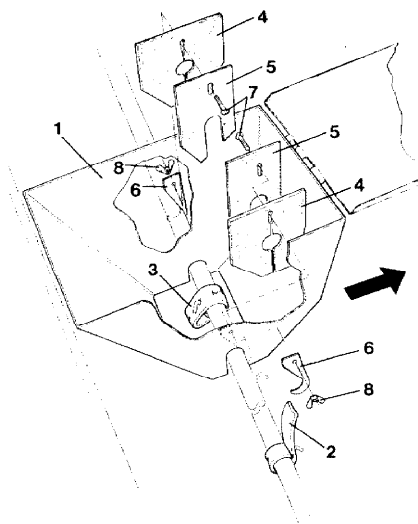

Fig. 120
Wanneer een zeer kleine hoeveelheid bij grote rijenafstanden moet worden gezaaid, is het gewenst om het volume van de zaadkast te reduceren, om de resthoeveelheid zo mogelijk gering te houden. Het inbouwen van inzetbakken (fig. 120/1) reduceert de resthoeveelheid die niet uitgezaaid kan worden, tot een minimum.
- Bij het uitzaaien van slecht toestromend zaad moet men, voor het inbouwen van inzetbakken, de roerderas met rubberflappen, zoals in fig. 120/2, of 120/3, monteren, om ook de laatste zaadresten uit de inzetbakken te verwijderen.
- De inzetbak (fig. 120/4) in de zaadkast plaatsen.
- Het afdichtrubber (fig. 120/4) met afdekplaat (fig. 120/5) binnenkants en de bevestigingshaken (fig. 120/6) buitenkants van de inzetkast met vlakke-rondekop bouten M6 (fig. 120/7) en vleugelmoer (fig. 120/8) bevestigen. Beide bevestigingshaken grijpen onder de roerderas.